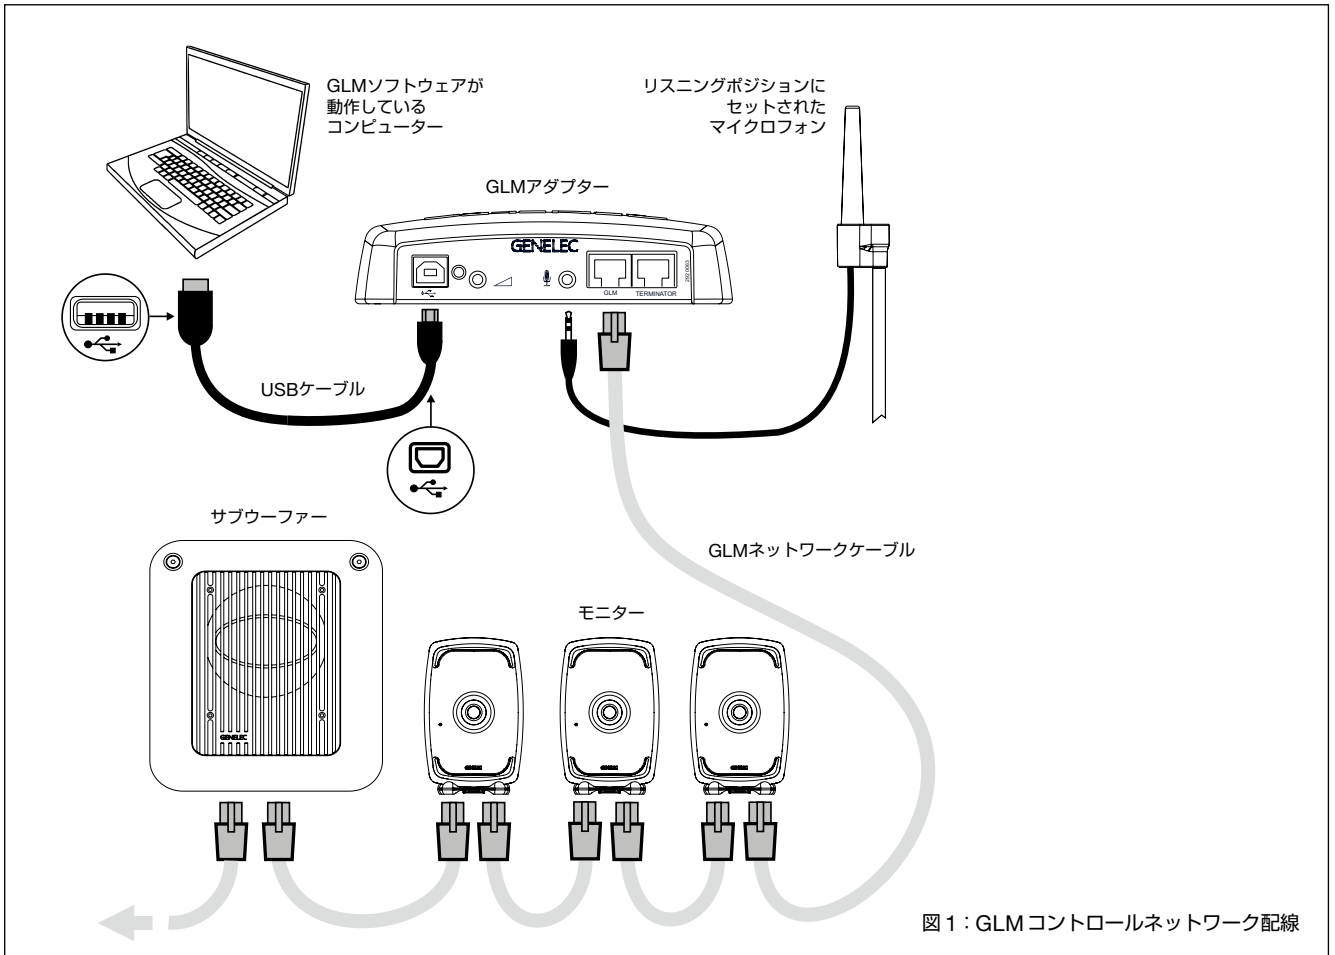

図1：GLMコントロールネットワーク配線
- ・各モニター（およびサブウーファー）をCAT5（RJ45）ケーブルで接続し、最後にGLM Adapterデバイスのコントロールネットワーク入力に接続します（図1）。